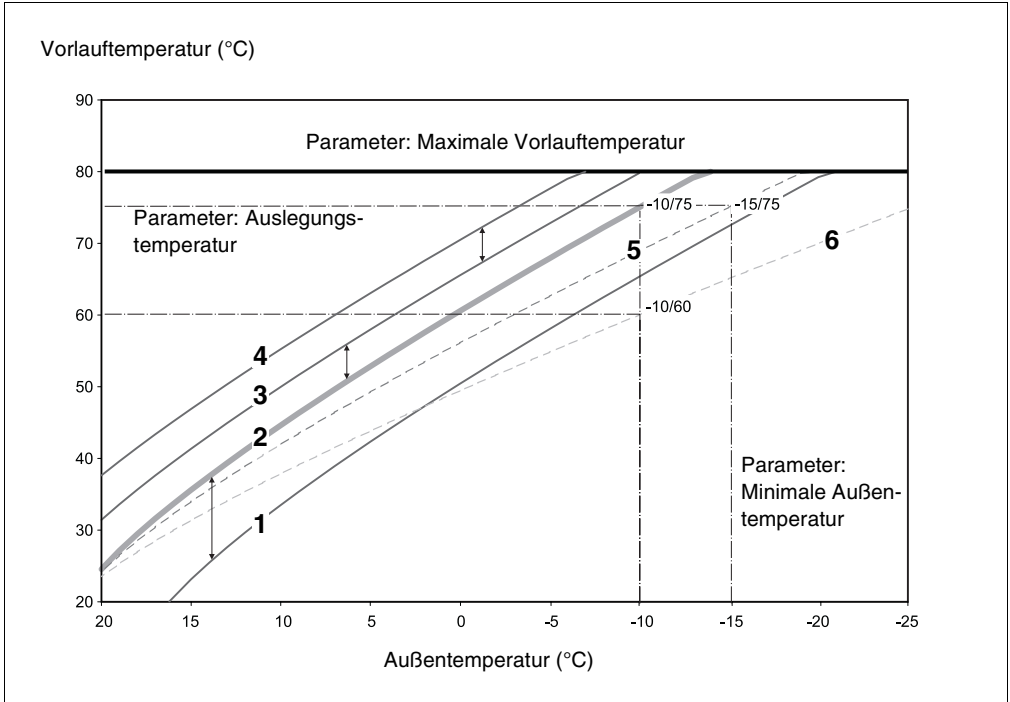

Abb. 12 Heizkennlinie für ein Heizsystem „Heizkörper“
Die Neigung einer Heizkennlinie (Abb. 12, Seite 32) können Sie über den Auslegungspunkt einstellen. Der Auslegungspunkt besteht aus der minimalen Außentemperatur der Region und der Auslegungstemperatur des gewählten Heizsystems (z. B. Heizkörper).
Die Abbildung 12 zeigt, wie die Heizkennlinie (1) für den Auslegungspunkt $-10\text{ °C}/75\text{ °C}$ durch verschiedene Raumsolltemperaturen parallel verschoben wird (2, 3 und 4). Die Heizkennlinien (5 und 6) zeigen die geänderte Neigung für andere Auslegungspunkte.